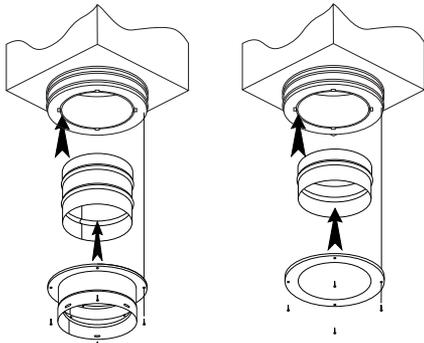

Figure 2
• Adaptateurs d'anneau de garniture (Figure 2)